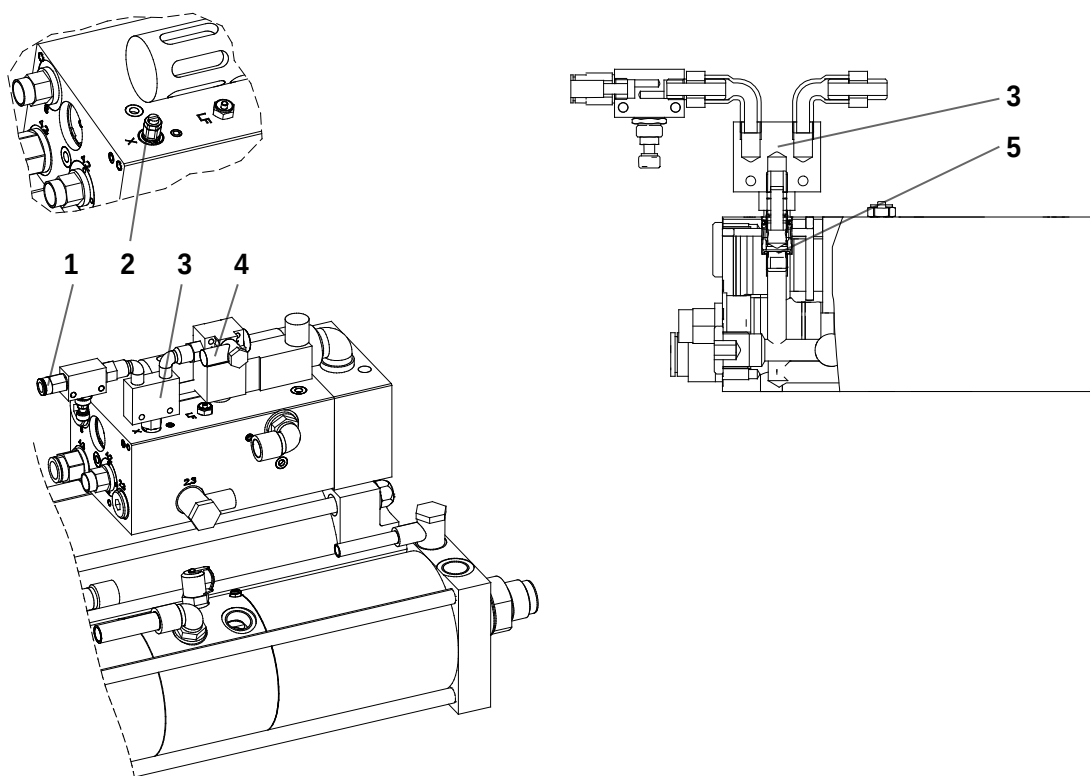

Fig. 17 Montage du module ZKHF/ZKHD-X 1/8", dispositif externe de validation / désactivation de la course de travail
- 1 Démontez le limiteur « X » (Fig. 17/2) du bloc de vannes ZVX.
- 2 Vissez le module ZKHF/ZKHD-X ou la valve OU (Fig. 17/3) sur l'ouverture située sur le limiteur « X » avec l'adaptateur 413 (Fig. 17/5), les joints toriques correspondants et l'embout double 1/8".
- 3 Branchez le raccord 3 (Fig. 17/4) de la soupape de commande électrique sur le dispositif externe d'alimentation permanente en pression.
- 4 Branchez le limiteur « X » avec un raccord en T sur celui du conduit de course de retour du dispositif externe de validation de course de travail (Fig. 17/1).